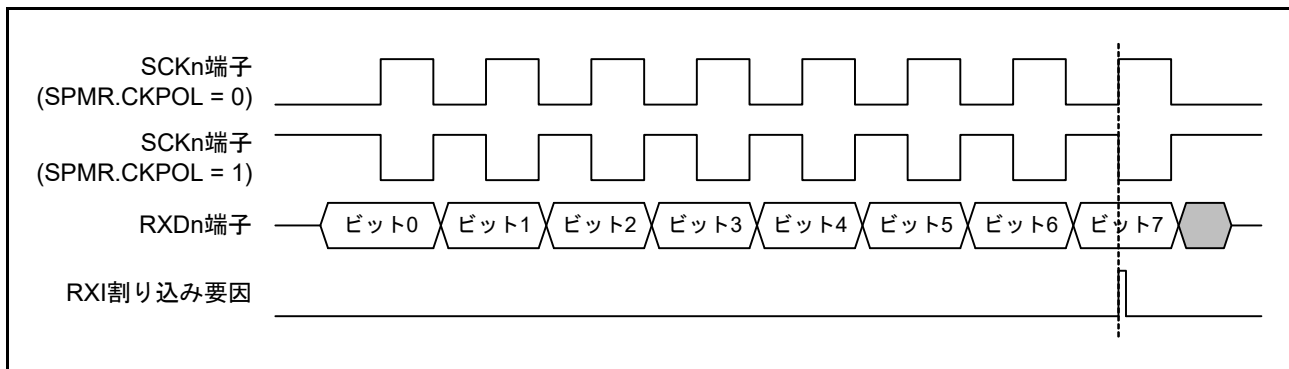

図 37.85 簡易SPIモード（クロック遅れあり）RXI割り込み発生タイミング
- クロック遅れあり設定（SPMR.CKPHビット=1）の場合、**図 37.85**に示すようにSCKn端子の最終クロックエッジ手前のクロックエッジで受信データフル割り込み（RXI）が発生します。このとき、SCRレジスタのTE、REビットをSCKn端子の最終クロックエッジより前に“0”に設定するとSCKn端子出力がハイインピーダンスとなり、最終送受信クロックのクロックパルス幅が短くなります。また、RXI割り込み後、SCKn端子の最終クロックエッジより前に接続先スレーブに対するSSn#端子入力信号をHighにするとスレーブが誤動作する可能性があります。